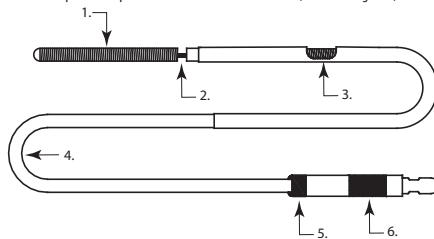

Figura 1
- Avance lentamente a espiral destacável Axiom™ Prime para fora da bainha introdutora até depositá-la na palma da sua mão enluvada e examine a espiral e a zona de destacamento quanto a eventuais irregularidades. A realização de uma inspeção visual é necessária devido aos potenciais riscos de irregularidades. Caso encontre irregularidades, substitua por uma espiral destacável Axiom™ Prime nova (consulte a Figura 1).